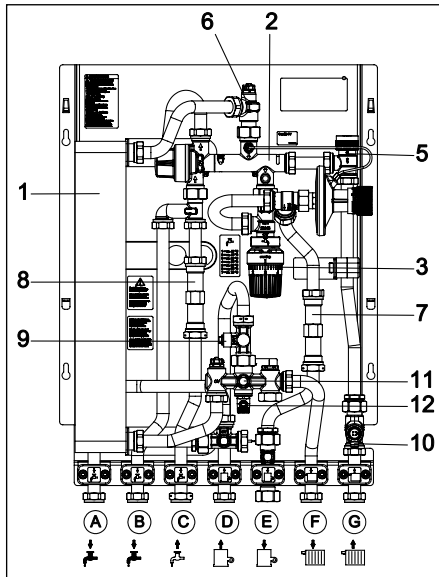

Abb. 5.1 Aufbau
- Kontrollöffnung des Proportionalmengenreglers (Abb. 5.1)